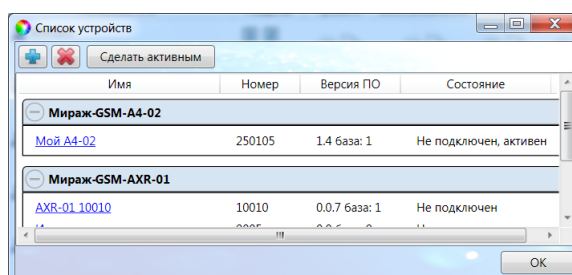

Рис. 6.1. Окно *Список устройств*
2. В открывшемся окне *Список устройств* выделите строку необходимого контроллера и нажмите кнопку *OK* (рис. 6.1).